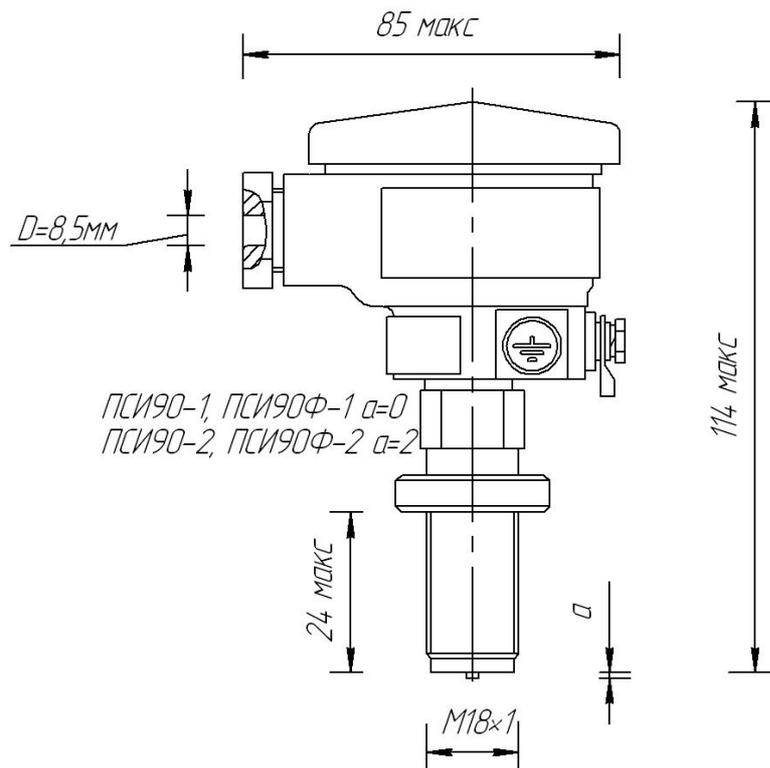

Рисунок 1
3.1.2 Габаритные, установочные и присоединительные размеры ПСИ соответствуют рис. 1.